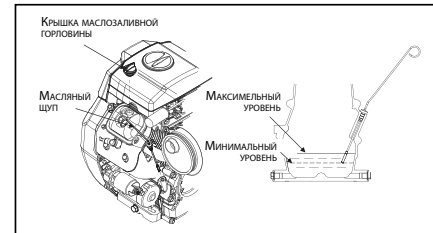

Рис. 3
**ВНИМАНИЕ!** Перелив масла может привести к поломке генераторной установки, поэтому заливаете масло постоянно проверяя его уровень щупом. Если было залито лишнее масло, выше отметки Max. на щупе, его необходимо слить, открутив сливной болт (Рис. 3).